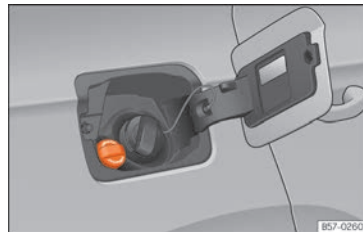

Abb. 302 Verschlussdeckel des AdBlue-Tanks
- Öffnen Sie die Tankklappe »» **Abb. 302**.
links drehen »» **Abb. 302**.